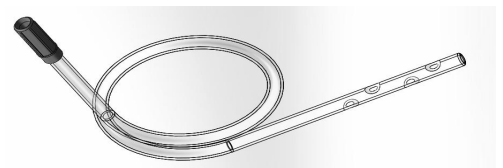

图 5 推荐洗胃管类型示意图
**注 1:** 专用洗胃管由用户根据临床需求自行配置。用户采购胃管时, 请选用图 5 所示的顶端开孔、且圆周侧面有多个开孔的胃管。